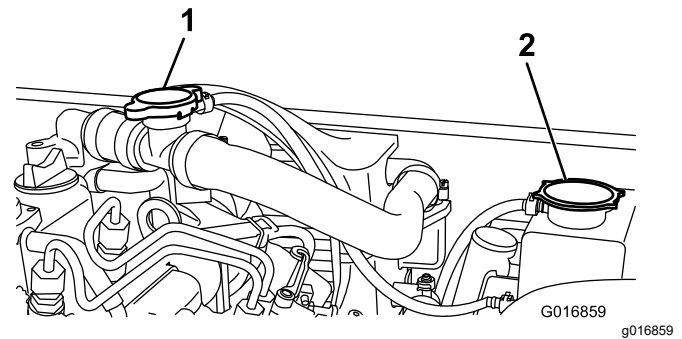

Figura 49
2. Retire el tapón del depósito de expansión del radiador (Figura 49).
2. Retire el tapón de llenado (Figura 49) y llene el radiador de refrigerante.
3. Vuelva a colocar el tapón del llenado y retire el tapón del depósito de expansión del radiador (Figura 49).